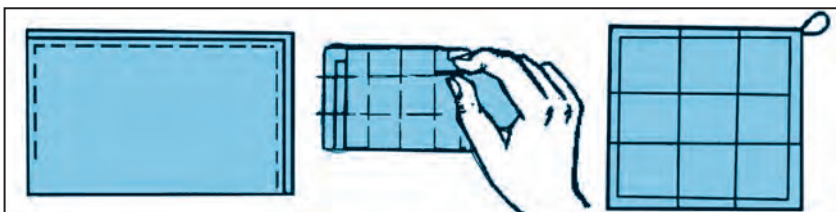

Рис. 25. Изготовление держателя.
4. Ткань, пришивается руками намётанной стёжкой поверх всех линий (рис. 25).